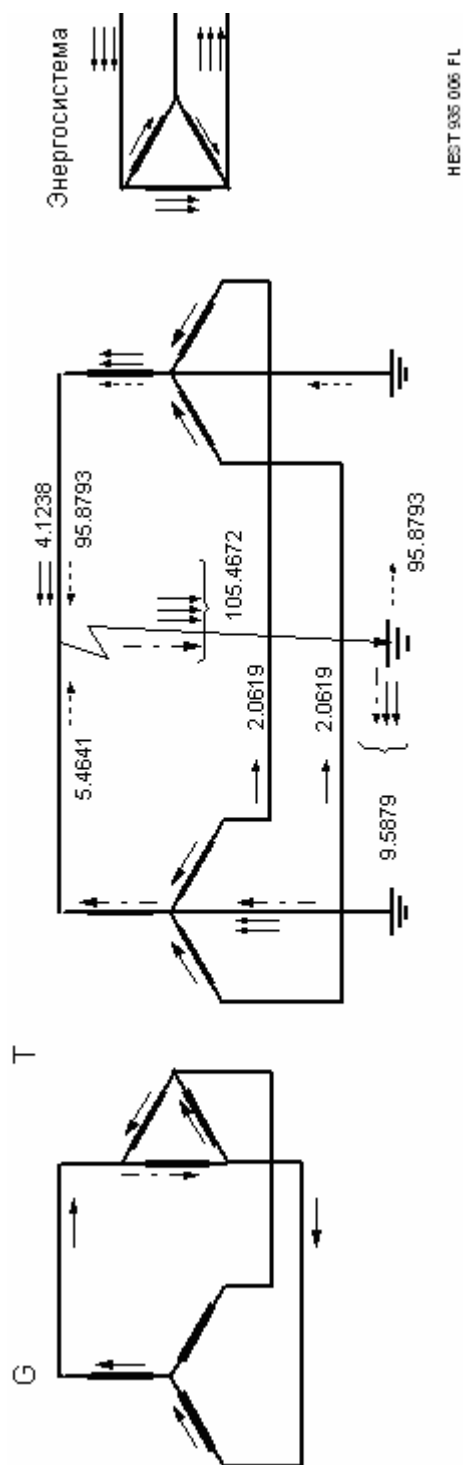

Рисунок 4.48. Замыкание на землю в высоковольтной системе, питаемой от генератора и высоковольтной системы
- б) в дополнение к пункту а) - сопротивлением энергосистемы при включенном выключателе на стороне высокого напряжения (смотри Рис. 4.48).
Как результат токораспределения при сквозном КЗ через глухозаземленный трансформатор тока в точке нейтрали звезды течет максимальный ток, как показано на рис. 4.48. Помимо перегрузки кабелей, высокий уровень токов КЗ может вызывать большой магнитный поток в трансформаторе тока. В этом случае вероятность его насыщения большая.